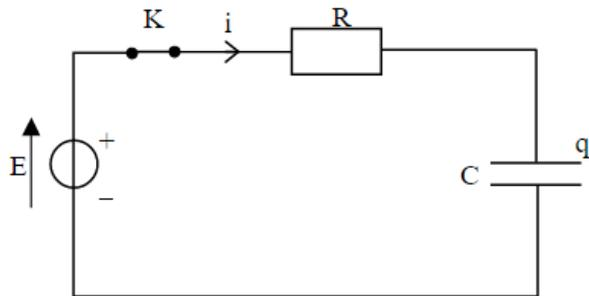

Figure 1
- 2.3. La tension aux bornes du générateur E étant constante, on voudrait augmenter la durée d'allumage. Quels sont les deux paramètres du circuit électrique de la figure 1 sur lesquels on peut agir ? Préciser pour chacun d'entre eux comment ils doivent varier.